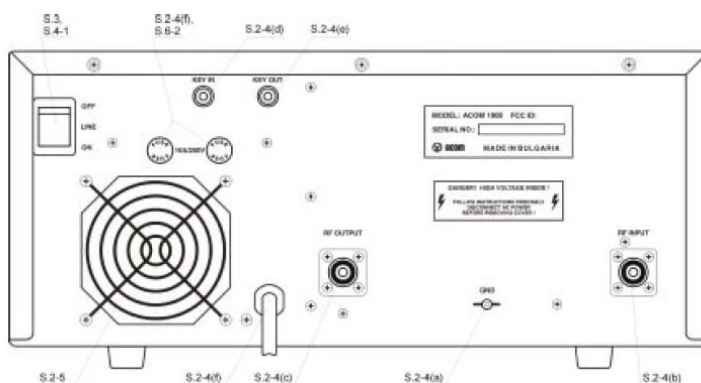

Рис. 2-1 Соединения
- a) Вначале подключите терминал заземления усилителя (на задней панели, обозначен ПТВ) к системе заземления радиостанции (рис. 2-1).
Этот вентилятор (рис. 2-1) не требуется при работе в режимах SSB и CW, а также в цифровых режимах с непрерывным излучением несущей (RTTY, SSTV и т.д.), при условии включения в режим передачи на максимальное время 15 минут с последующей паузой 3 минуты. Для более интенсивных условий работы или окружающих условий установка вентилятора рекомендуется. Дополнительный вентилятор (92 x 92 см) должен быть бесколлекторного типа, 2-5 Вт/=24В. По заказу его может установить дилер или производитель.
После выполнения всех указаний в главе 2 можно включить выключатель питания **LINE** на задней панели (рис. 2-1). Индикатор над выключателем ON/OFF на передней панели должен загореться красным цветом, и на ЖК-дисплее появится надпись черного цвета "ACOM1000" (рис. 3-1):